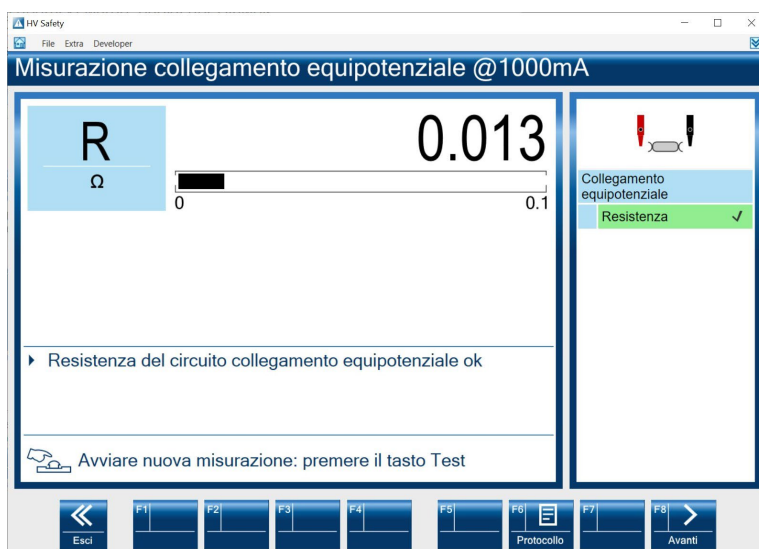

Fig. 3-6
7. Viene rappresentato il risultato di misurazione, vedere Fig. 3-6.